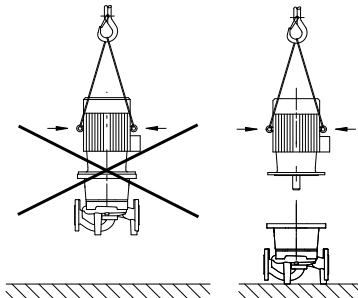

Fig. 8. Транспортування двигуна
- Транспортні вушка на двигуні можна використовувати лише для транспортування двигуна, а не всього насоса (Fig. 8).